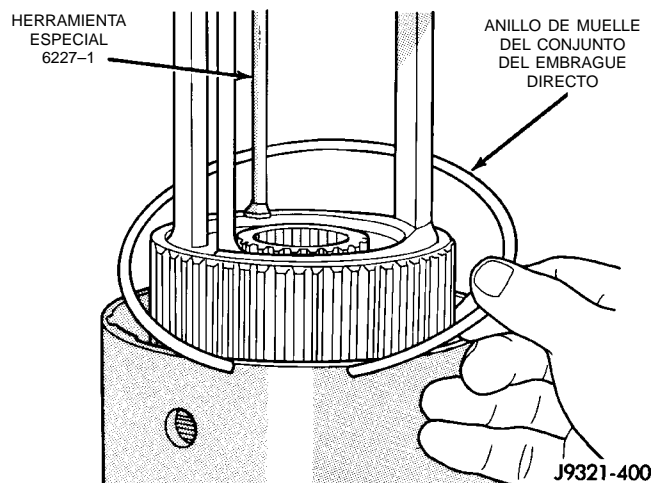

Fig. 242 Instalación del anillo de muelle del conjunto del embrague directo
(20) Coloque el Compresor 6227-1 en la maza del embrague.
(21) Comprima la maza y el muelle del embrague lo suficiente como para colocar tensión en la maza y mantenerla en su lugar.
(22) Comprima lentamente la maza y muelle del embrague. Comprima el muelle y la maza únicamente lo suficiente como para dejar al descubierto las acanaladuras de anillos para el anillo de muelle del conjunto de embrague y el anillo de retención de la maza de embrague.
(23) Vuelva a alinear el conjunto de embrague en la maza y asiente los discos y platos de embrague en el tambor de embrague.
(24) Instale el anillo de muelle del conjunto del embrague directo (Fig. 242). **Asegúrese de que el anillo de muelle esté totalmente asentado en la acanaladura de anillo del tambor de embrague.**